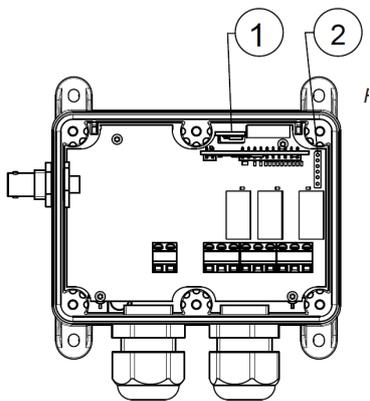

Figure 10. Carte mémoire et l'emplacement de l'écran dans le récepteur
4. Insérer la carte mémoire que vous voulez copier dans l'emplacement (voir figure 10).
5. Monter la carte de l'écran dans l'emplacement (voir figure 10).